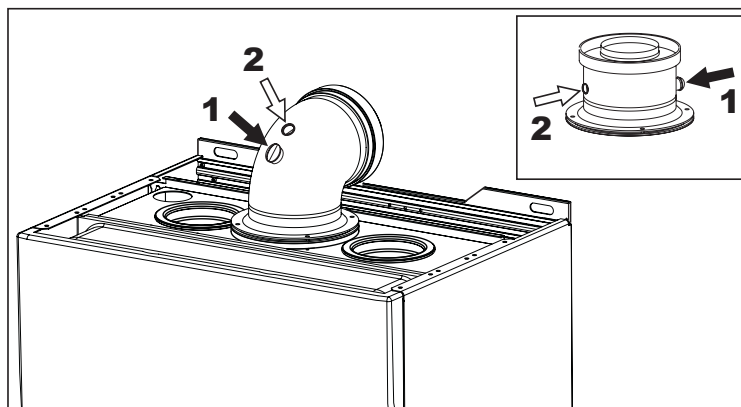

fig. 29 - Análisis de la combustión
Es posible efectuar el análisis de la combustión con los puntos de toma de aire (2) y humos (1) representados en fig. 29.